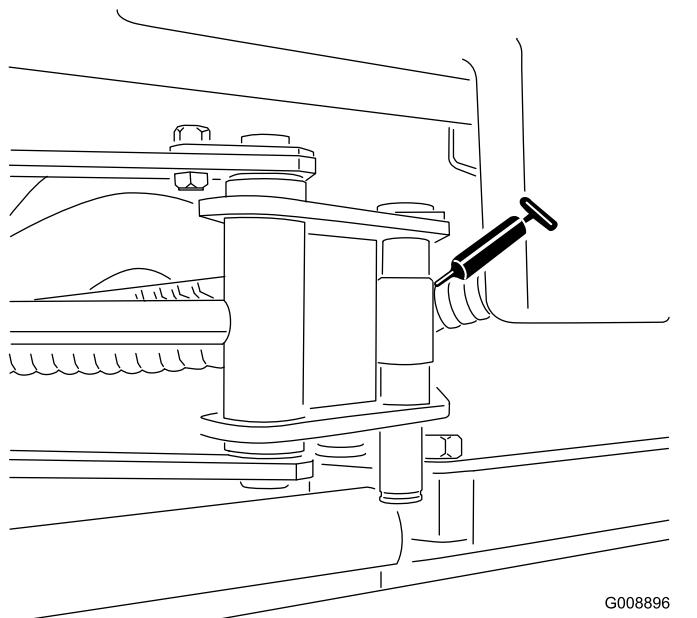

Figura 33
- Duas extremidades do cilindro sidewinder (Figura 33)